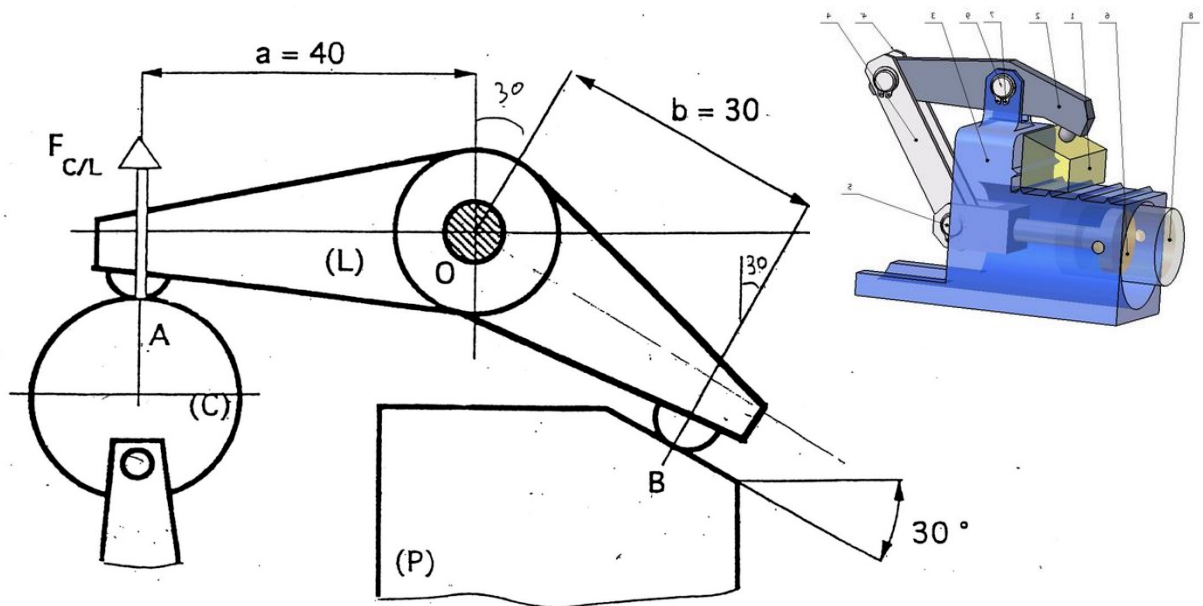

Figure 2.
Dans un montage de fraisage, la pièce à usiner (P) est bloquée au moyen d'une came (C) et d'un levier (L) (figure 2). L'intensité de la force exercée par la came sur le levier en A vaut 960 N.